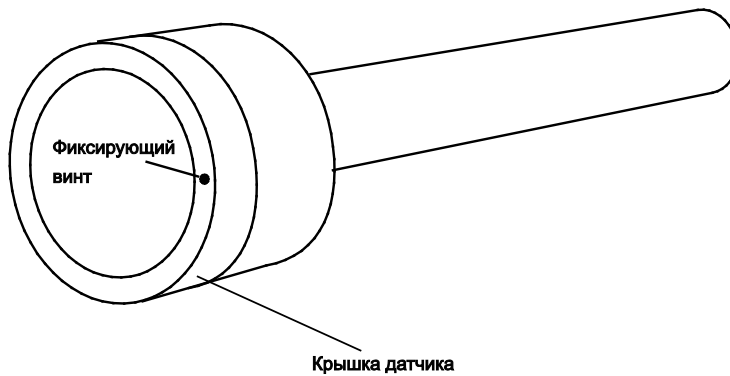

Рисунок 5.5
- (1) Сопротивление заземления не должно превышать 100 Ом (эквивалент JIS тип D (Класс 3)).
- (2) Если температура окружающей среды в месте соединения проводов составляет от 75 до 150°C, используйте провода, выполненные из материала, имеющего достаточную термостойкость.
- (3) При подсоединении провода заземления к клемме заземления на корпусе преобразователя, проверьте, чтобы стопорная шайба соприкасалась с поверхностью корпуса (Смотрите Рисунок 5.5)